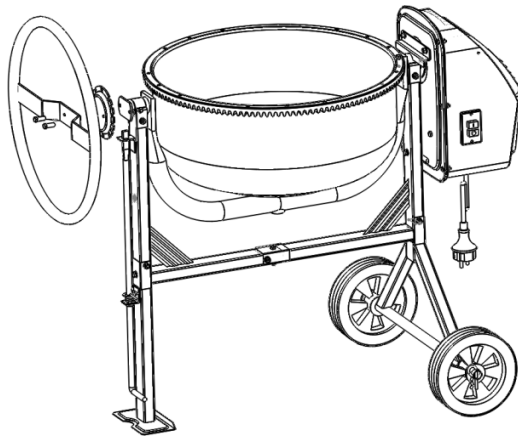

Fig.11
- Posizionare la rondella dentata (12), p.13 tra il telaio e la ruota girevole (8) come mostrato in Fig.11.